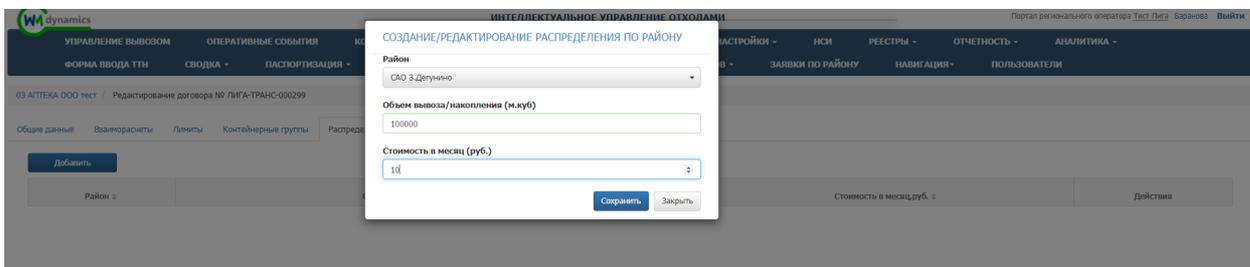

Рисунок 34. Добавление распределения по районам
- Стоимость в месяц (руб.) (вводится в ручную) (Рисунок 34).